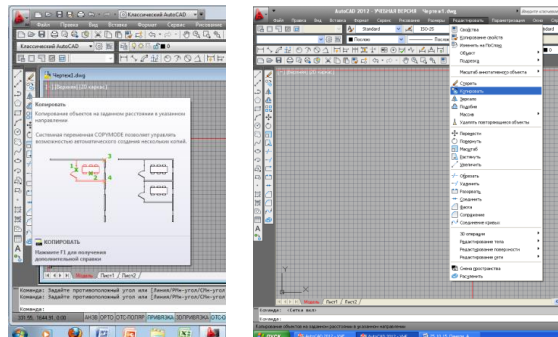

Рисунок 5.15-Команда «Копировать»
- щелчком мыши по кнопке  на панели инструментов «Редактирование», из строки меню «Редактировать» - «Копировать» (рисунок 5.15).